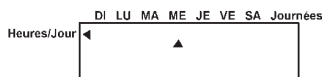

fig.12
- 2) Movez-le avec les touches **↓ ↑** jusqu'au jour courant (fig. 12).